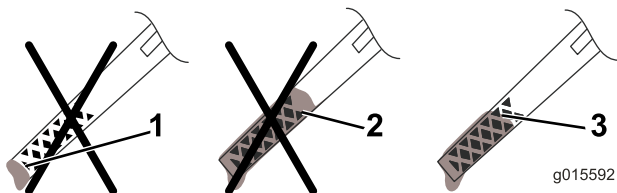

Figura 12
5. Retire a vareta e verifique o nível de óleo na vareta (Figura 12).